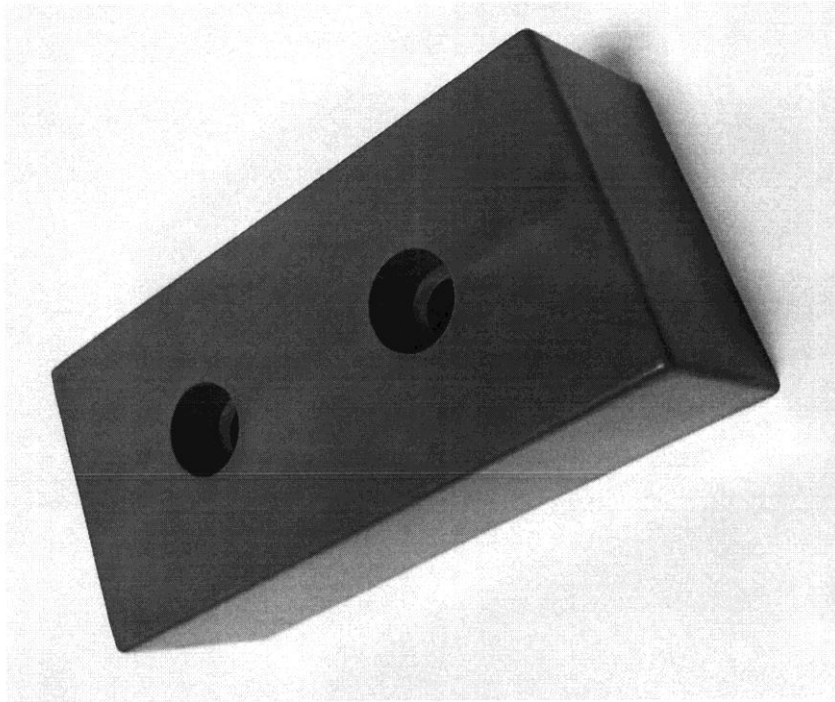
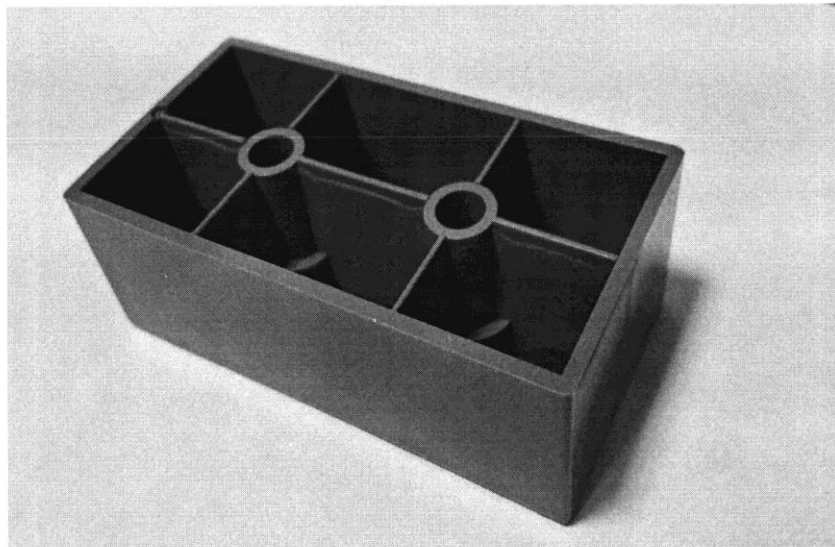

fig. 1
fig. 2
Przedmiot wzoru przemysłowego przedstawiono na załączonym materiale ilustracyjnym, gdzie na fig. 1 pokazano stopkę w widoku czołowym projekcji aksonometrycznej a na fig. 2 widok jej wewnętrznej strony.
Jak pokazano w załączonym materiale ilustracyjnym, stopka na swej górnej całkowicie gładkiej powierzchni ma dwa otwory z poszerzeniem umożliwiającym schowanie śrub montażowych. Po wewnętrznej stronie wykonano uźebrowanie wzmacniające dwie walcowe tulejki poszerzone w dolnej części. Jedna część uźebrowania przebiega wzdłuż większej osi symetrii stopki oraz przez środek walcowych tulejek. Druga część składa się z dwóch elementów prostopadłych do pierwszej części uźebrowania w jednakowych odległościach od krótszych boków stopki i również przebiegających osiowo do walcowych tulejek. W tych tulejkach wykonane są otwory umieszczone osiowo pokazane na fig. 2. Średnica otworów zmienia się w dolnej części i jest większa co pokazano na fig. 1.
- Kształt i proporcje przedstawione na fig. 1 i fig. 2.